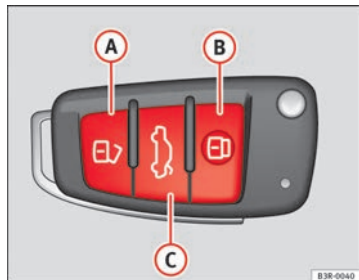

Fig. 79 Llave de control remoto: Teclas
- Pulse la tecla **(A)** ⇒ fig. 79 durante aproximadamente 1 segundo.